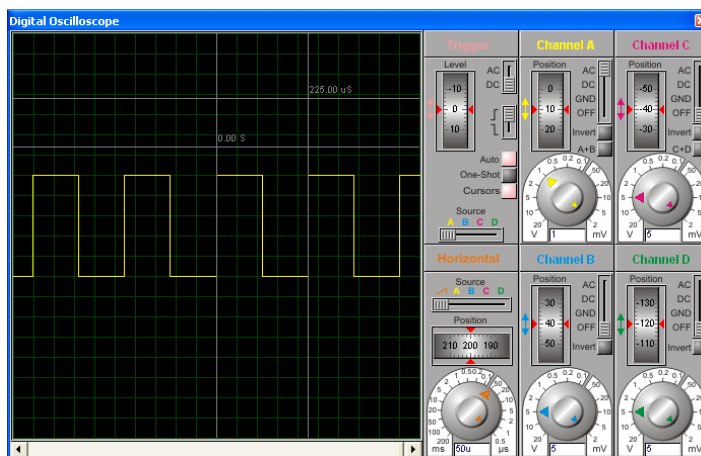

Fig. 2.4 – Onda quadrada no osciloscópio do Proteus
Passo 3: Colocar o programa em funcionamento e observar a onda quadrada no osciloscópio (Fig. 2.4). Meça o período da onda com o auxílio de cursores e preencha a Tabela 2.4.